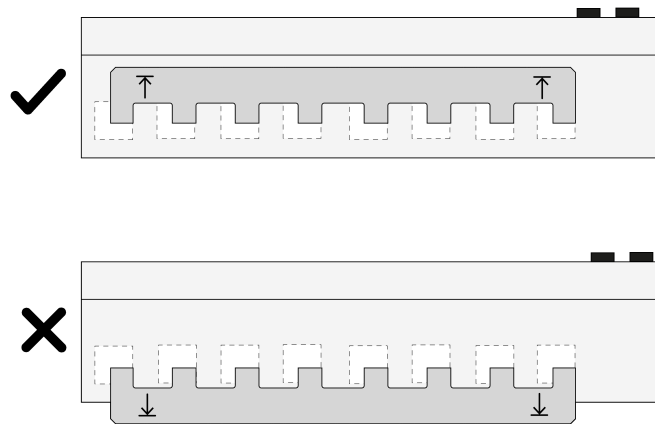

Bild 6: Phasenschiene montieren
- Phasenschiene anhand der aufgedruckten Pfeile ausrichten und in die Anschlussklemmen einstecken (siehe Bild 6).